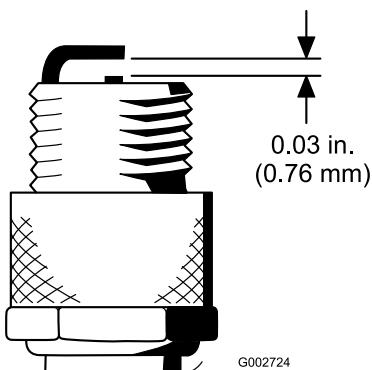

Figura 46
4. Impostate la distanza tra il centro e il lato degli elettrodi a 0,76 mm (Figura 46).